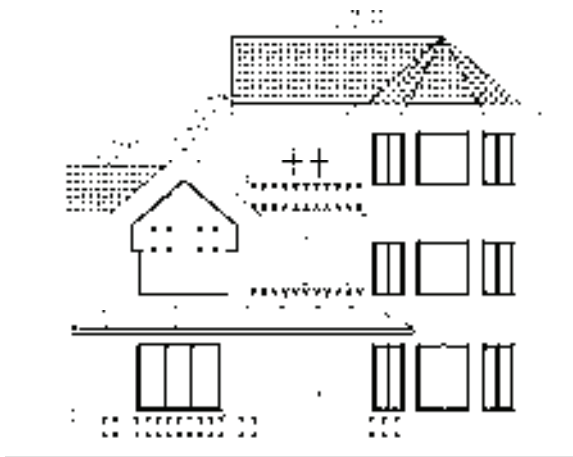

图 13-203 完善结果
12) 别墅三层立面图与屋顶立面图的完善结果如图 13-203 所示。